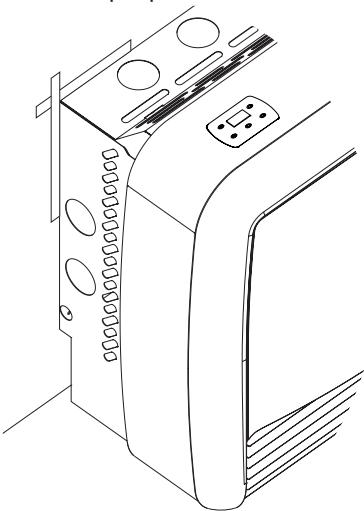

Figure 2
4. Utiliser du ruban-cache pour marquer la position des deux coins supérieurs du capot profond sur le mur. **Voir Figure 2.**